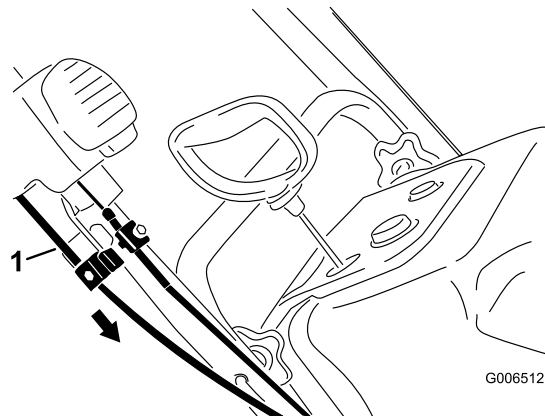

Figure 42
4. Maintenez la goulotte dans cette position, tirez sur la gaine du câble inférieur pour tendre le câble complètement, puis serrez la vis du serre-câble solidement (Figure 42).